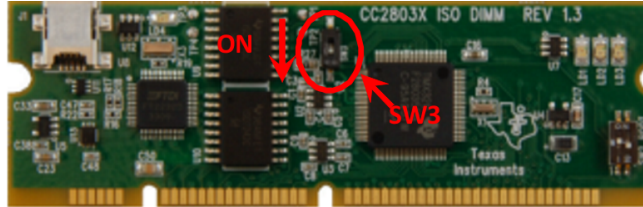

图 2. controlCARD 设置
4. 控制卡上的开关 **SW3**必须在 **On**位置，请见 图 2。